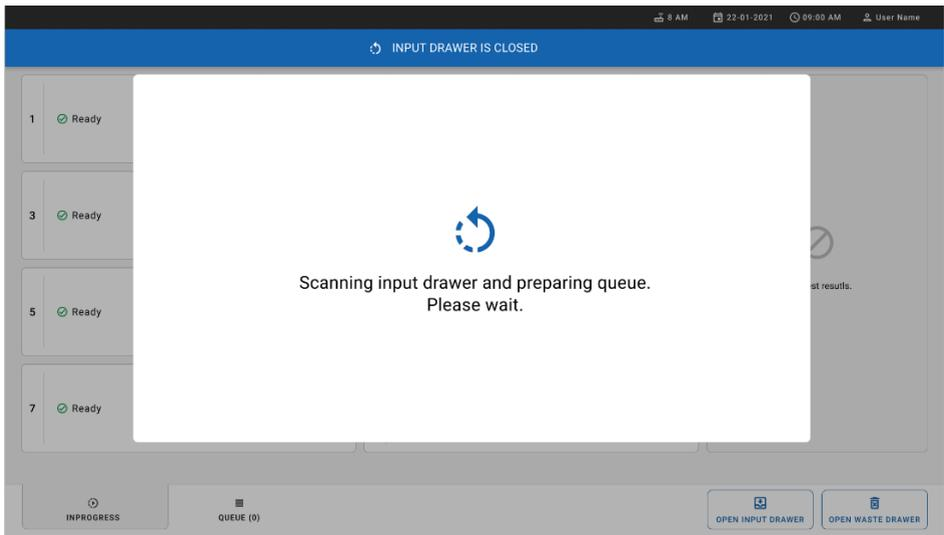

Abbildung 29. Bildschirm „Erstellen der Warteschlange“.
- Schließen Sie die Eingabeschublade, sobald alle Kartuschen gescannt und eingesetzt wurden. Das System scannt die Kartuschen und erstellt eine Warteschlange (Abbildung 29).